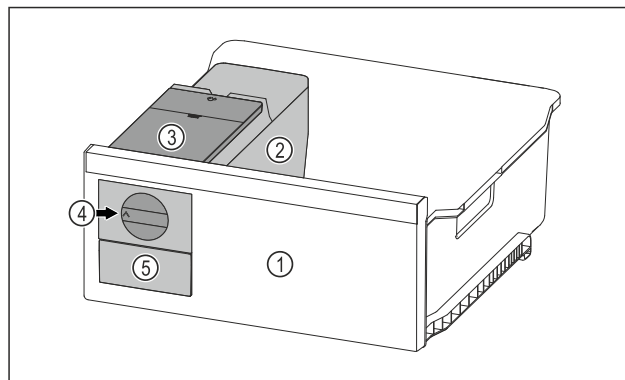

Fig. 90 Ilustrační zobrazení
- ▶ Otočte otočný knoflík Fig. 90 (4) ve směru hodinových ručiček až na doraz.
- ▷ Kostky ledu padají z misky na kostky ledu do zásuvky na kostky ledu Fig. 90 (5).